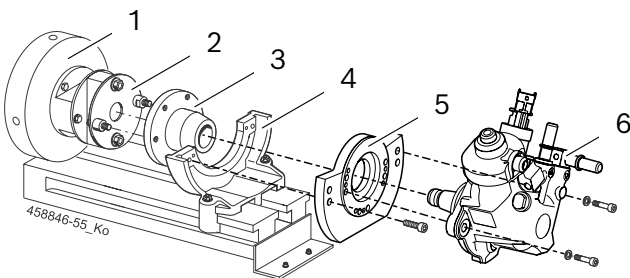

Fig. 1: Spänna fast CP4
1. Fäst drivkopplingen 1 686 401 024 (fig. 1, pos. 2) på svänghjulet (fig. 1, pos. 1) på EPS 708. Fästskruvarnas åtdragningsmoment är 95 ± 2 Nm.
2. Sätt fast fastspänningsflänsen (fig. 1, pos. 5) i CP4 (fig. 1, pos. 6).
3. Placera och sätt fast CP4 med fastspänningsflänsen i fastspänningsvinkeln (fig. 1, pos. 4).
4. Sätt fast drivflänsen (fig. 1, pos. 3) på drivaxeln på CP4. Åtdragningsmoment för spännmutter: $80 + 10$ Nm.